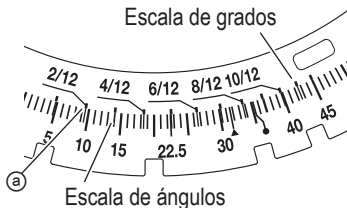

Fig. 39
- (1) Desbloquee la mesa de inglete levantando la empuñadura de bloqueo de inglete.
- (2) Mientras presiona levemente hacia abajo la palanca de parada en positivo para que se acople la palanca de retención, agarre la empuñadura de bloqueo de inglete y rote la mesa a izquierda o derecha hasta el ángulo deseado.
- (3) Una vez logrado el ángulo de inglete deseado, presione hacia abajo la empuñadura de bloqueo de inglete para fijar la mesa en su sitio.
- (4) Si el ángulo de inglete deseado es una de las nueve paradas en positivo indicadas debajo, consulte la sección de la palanca de retención de inglete en la página 128.
- (5) Encienda la luz LED y coloque la pieza de trabajo sobre la mesa para la alineación previa de su corte.
- (6) La escala de ingletes (Fig. 39) indica tanto el ángulo de corte de la escala de ángulos como el gradiente en la escala de ángulos.
- (8) Por lo tanto, para cortar una pieza de trabajo con un grado de 2/12, ajuste el indicador (a) la posición a como se indica en la Fig. 39.